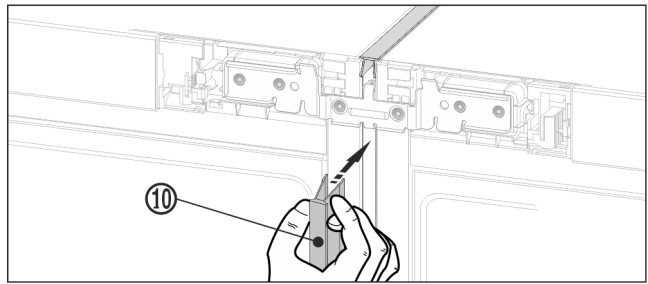

Fig. 27
- ▶ À l'avant, pousser la baguette longue Fig. 27 (10) dans la fente verticale. Veiller à ce que la baguette repose sur la tôle de jonction.